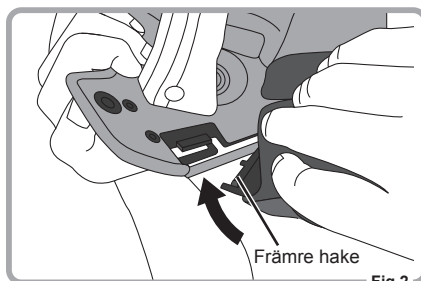

Fig.2
2. Tryck in kindvadderingens främre ögla i fästet på hjälmen. (Fig. 2)